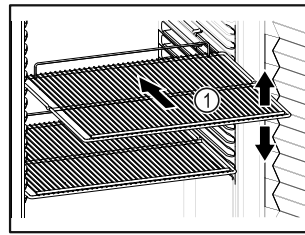

Fig. 86 Примерно изображение
- Ако стелажите за съхранение Fig. 86 (1) могат да се местят, регулирайте ги според височината.